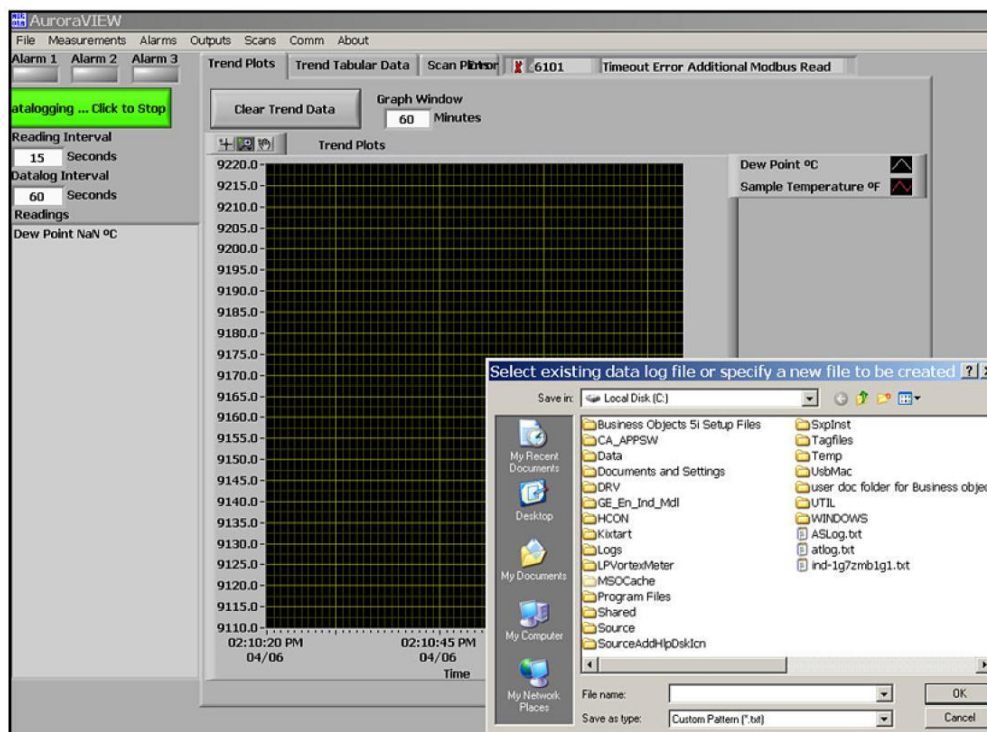

図 41 : AuroraView によるデータのロギング
1. メインビュー（下の図 41 を参照）において、Click to Datalog ボタンをクリックします。